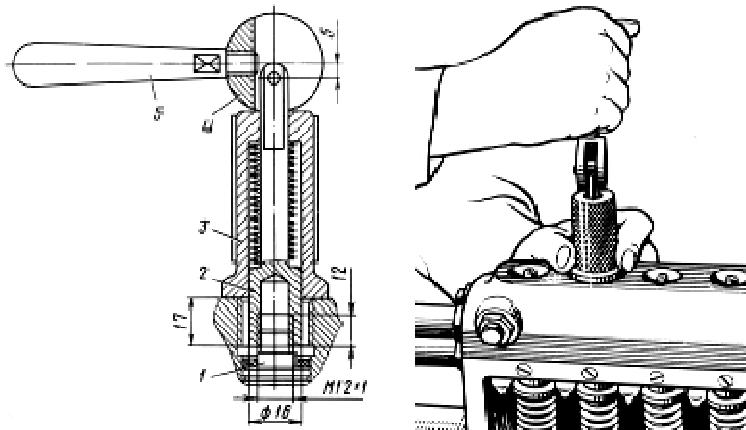

Рис. 93. Съемник седла нагнетательного клапана:
3. Снять контрящие сухари, вывернуть штуцеры и специальным съемником (рис. 93) извлечь из корпуса насоса седла вместе с нагнетательными клапанами. Для снятия навернуть оправку 2 съемника на резьбу седла 1 нагнетательного клапана до упора втулки 3 в корпус насоса. Поворачивая эксцентрик съемника вверх, извлечь седло нагнетательного клапана (рис. 94).